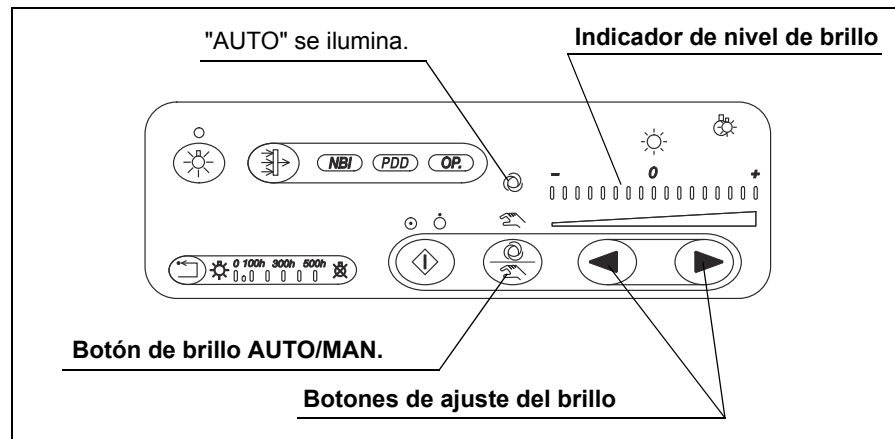

Figura 4.6
1. Presione el botón de brillo AUTO/MAN. para seleccionar el ajuste automático de brillo (véase la figura 4.6).